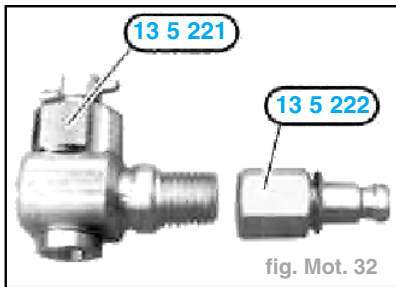

fig. Mot. 32
- Préparer l'outil **13 5 220** (**13 5 221** et **13 5 222**) et le raccorder à la sonde de pression du dispositif de contrôle **DIS**. (fig. Mot. 32)